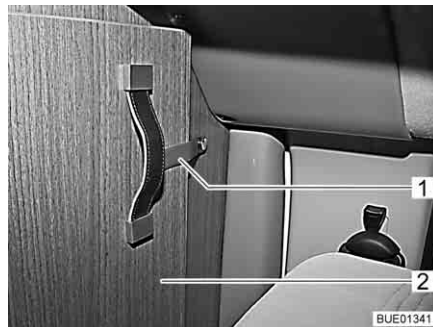

Fig. 56 Cinta de seguridad
- Soltar la cinta de seguridad (Fig. 56,1) de la parte plegable de la separación de la cabina del conductor (Fig. 56,2).